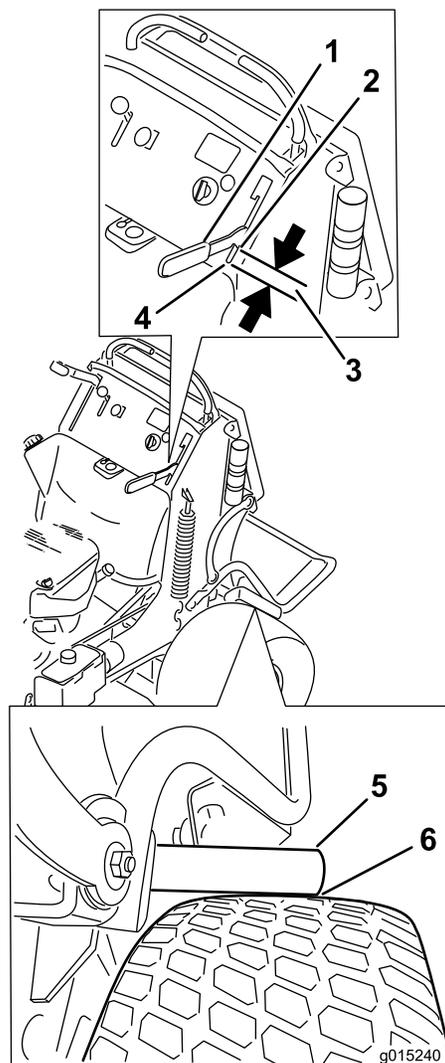

Figura 63
4. Engate a alavanca do travão até que as barras do travão entrem em contacto com o pneu (Figura 63).
5. Meça a folga desde a parte da frente da alavanca até à extremidade da ranhura no painel de controlo quando a barra do travão entrar em contacto com o pneu (Figura 63).